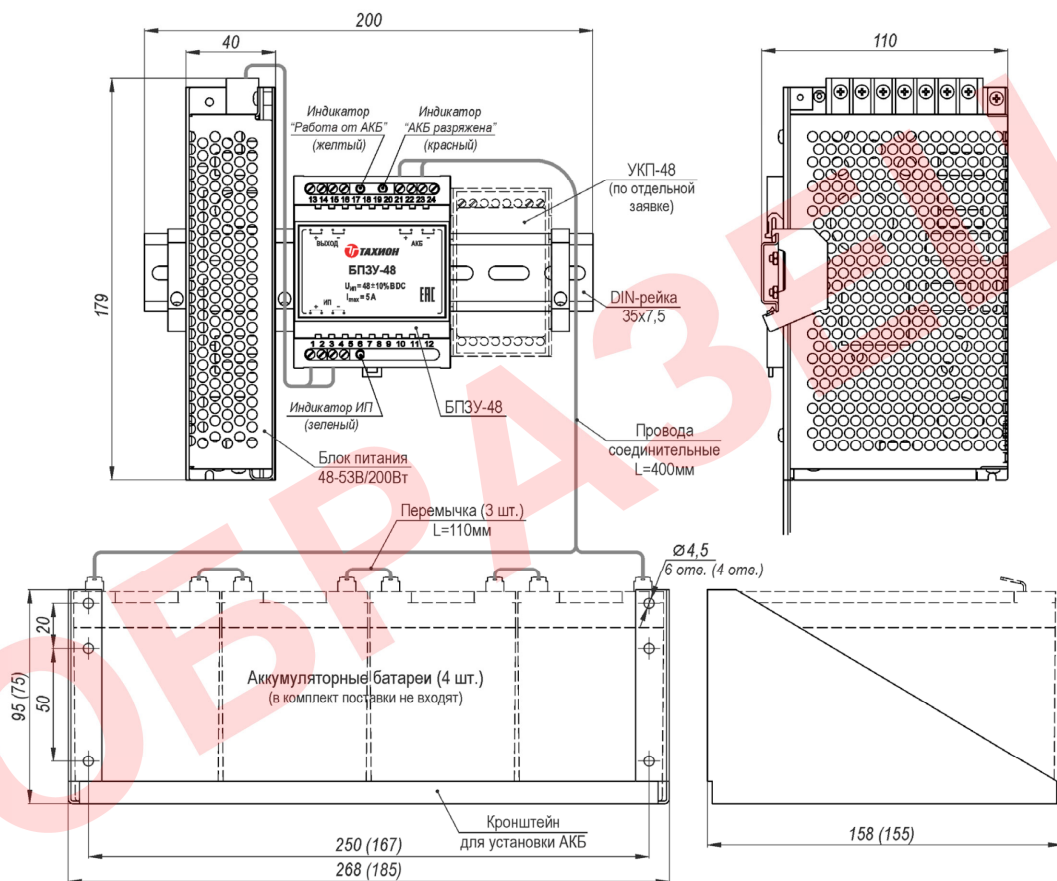

Рисунок 1 – Устройство, габаритные и установочные размеры
| 12. Габаритные размеры | см. рисунок 1 |
2. Установить аккумуляторные батареи на кронштейн (рисунок 1) и подключить ее проводами соединительными к контактам 21 (+) и 23 (-) БПЗУ-48, соблюдая полярность. Соединить аккумуляторы перемычкой.